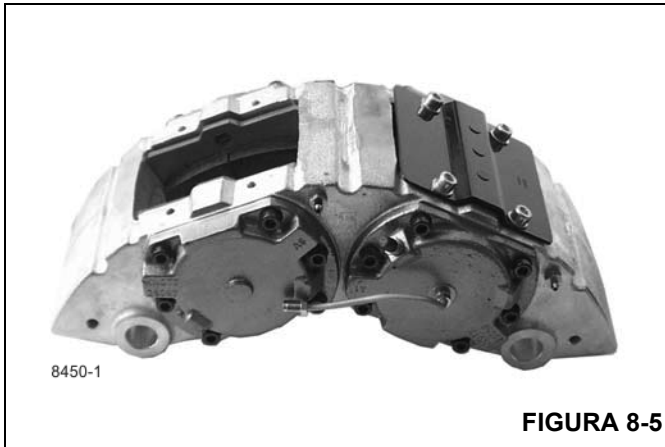
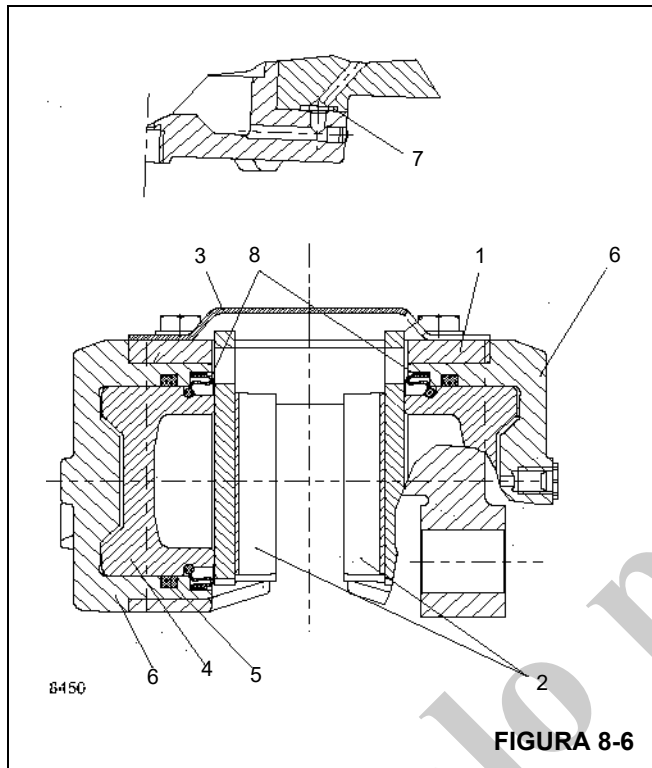

FIGURA 8-5
FIGURA 8-6
La Figura 8-5 muestra un freno hidráulico de disco de pinza fija de 4 pistones. En la pinza de una sola pieza (1) (Figura 8-6), los tacos de freno (2) se aseguran con una cubierta (3), para que no se aflojen. Cada pistón corresponde a un taco de revestimiento. Cada pistón (4) se ensambla en los insertos del cilindro, que se ha atornillado en la pinza (1) retirable individualmente. El anillo de sellado cuadrado (5) forma un sello hidráulico alrededor del pistón mientras que el anillo de sellado (7) forma un anillo hidráulico alrededor del inserto del cilindro (6). La tapa contra el polvo (8) protege los pistones de la suciedad que ingresa.